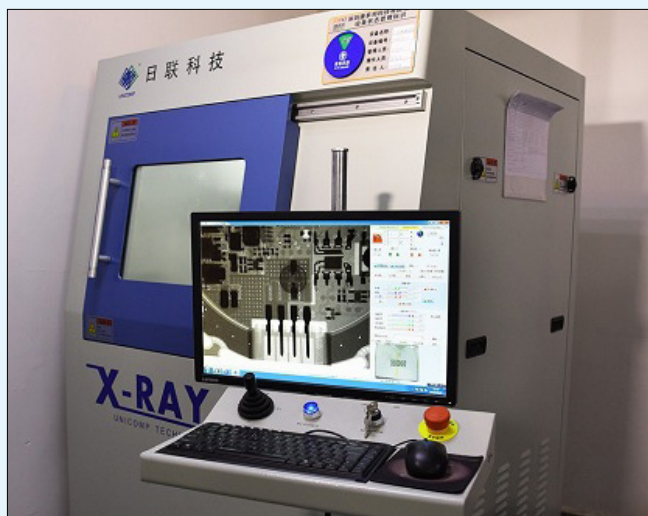

Figura 5: Macchina X-RAY (fonte: [www.pcbway.com](http://www.pcbway.com))
**risultano molto flessibili e consentono di individuare velocemente e in maniera del tutto automatizzata eventuali problemi di qualità di produzione**, soprattutto se applicati al termine del processo di assemblaggio e saldatura delle schede elettroniche. In alternativa o integrazione alle tecniche AOI esistono tecniche di **ispezione a raggi X (Figura 5)**, molto utili soprattutto nella fase finale di assemblaggio che prevedono l'utilizzo in BOM di componenti BGA (Ball Grid Array). La tecnica a raggi X, seppur più costosa, consente di poter incrementare notevolmente l'individuazione di difetti del processo di saldatura e prevede tecniche di ispezione 2D e 3D. Tutti questi servizi sono offerti come opzioni da **PCBWay** per le proprie linee di assemblaggio.